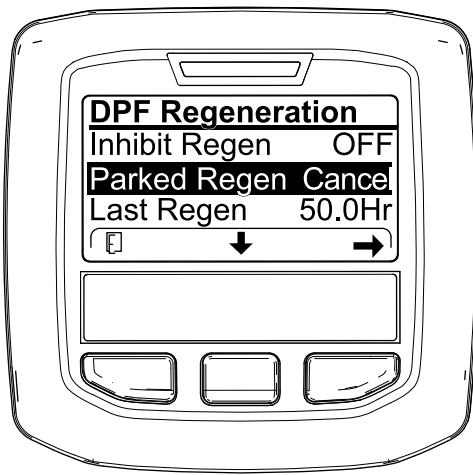

Figura 88
- Acceda al menú DPF Regeneration (Regeneración de DPF) (Figura 88).
2. Pulse el botón central para desplazarse hacia abajo, hasta la opción PARKED REGEN CANCEL (Cancelación de regeneración con máquina aparcada) (Figura 88) o la opción RECOVERY REGEN CANCEL (Cancelación de regeneración de recuperación) (Figura 89).
3. Pulse el botón derecho para seleccionar la opción Regen Cancel (Cancelación de regeneración) (Figura 88 o Figura 89).